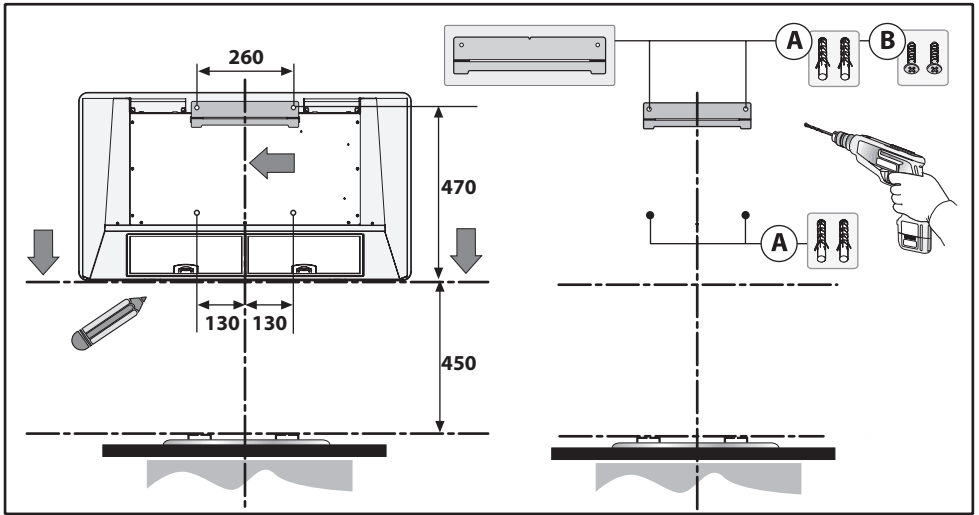

Fig.3
Tracciare il lato inferiore della cappa sul muro tenendo conto delle misure indicate in fig.3 e della distanza minima dal piano di cottura.
- Segnare ed eseguire i fori rispettando le quote indicate in fig.3.
- Fissare 4 tasselli ad espansione **A** fig. 3.
- Fissare la staffa **C** al muro con le 2 viti **B** fig.3.